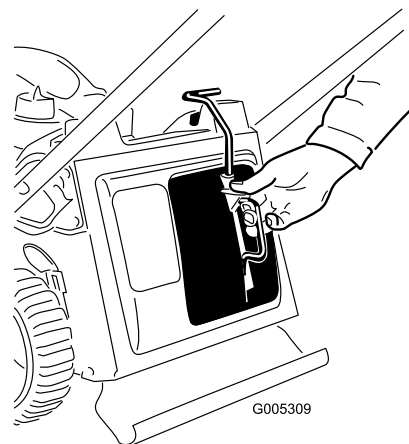

Figura 8
2. Col pollice schiacciate il pulsante presente sulla leva per inserire completamente il tappo mulching nell'apposita apertura (Figura 8).